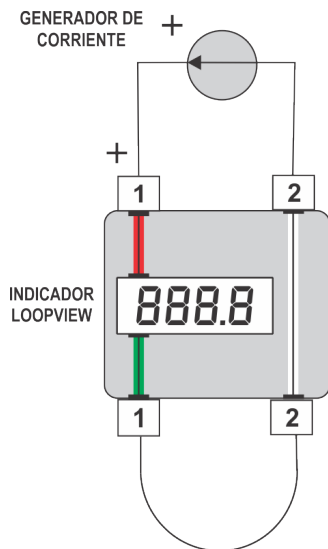

Figura 03 – Generador de corriente
2. Conectar el generador al indicador, según la **Figura 03**: